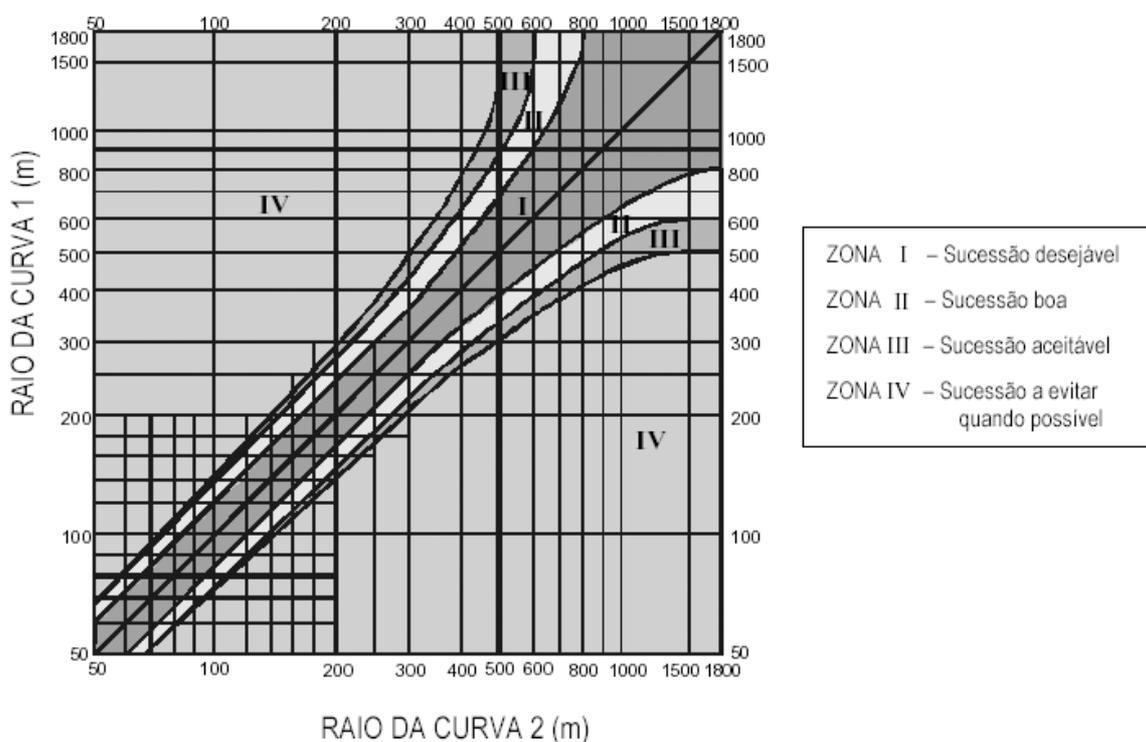

FIGURA 1.02 – Critérios para escolha de raios de curvas sucessivas (Fonte: IPR 706/20, 1999).
- Os ângulos de deflexão (I) devem estar entre 10° e 35° . Para deflexões inferiores a 5° , efetuar concordância, com comprimento de curva maior que $30 \cdot (10 - I^\circ)$ (m). Deflexões menores que $15'$ dispensam concordância com curva horizontal;
- Raios de curvas consecutivas não devem sofrer grandes variações, devendo respeitar as relações estabelecidas no gráfico da figura 1.02;